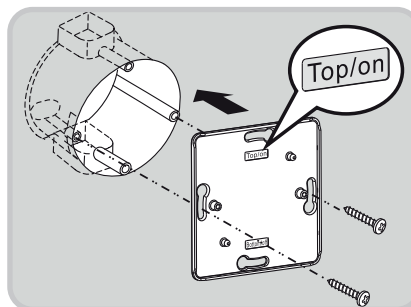

Fig. 7
- på apparatboks (se fig. 7 og punkt 2.2.3)